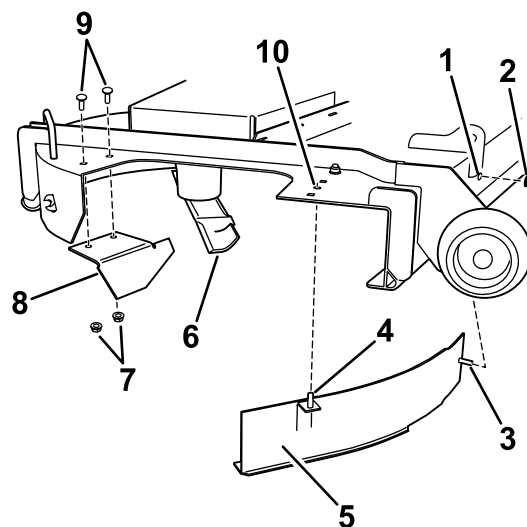

Figure 17
3. Trouvez le déflecteur d'ouverture incliné et montez-le sur le tablier de coupe dans les trous arrière (Figure 17).
4. Montez le déflecteur courbe sur le tablier de coupe (Figure 17).